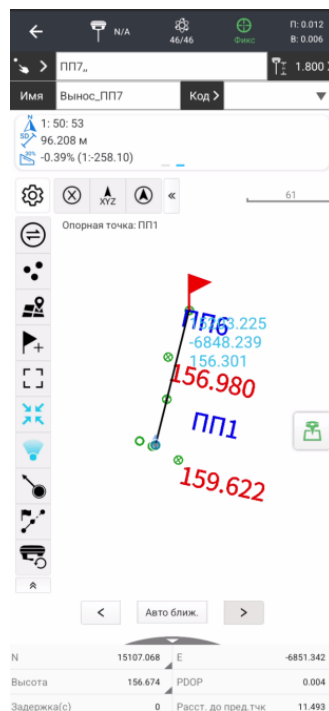

Рисунок 4.9.10
Нажатием кнопок  и  можете центрировать и ориентировать экран выноса по вашему текущему местоположению и направлению движения соответственно (Рисунок 4.9.10).
1. При нажатии кнопки  (Рисунок 4.9.10) будет выполнен переход в меню **Выноса со смещением** (Рисунок 4.9.11).